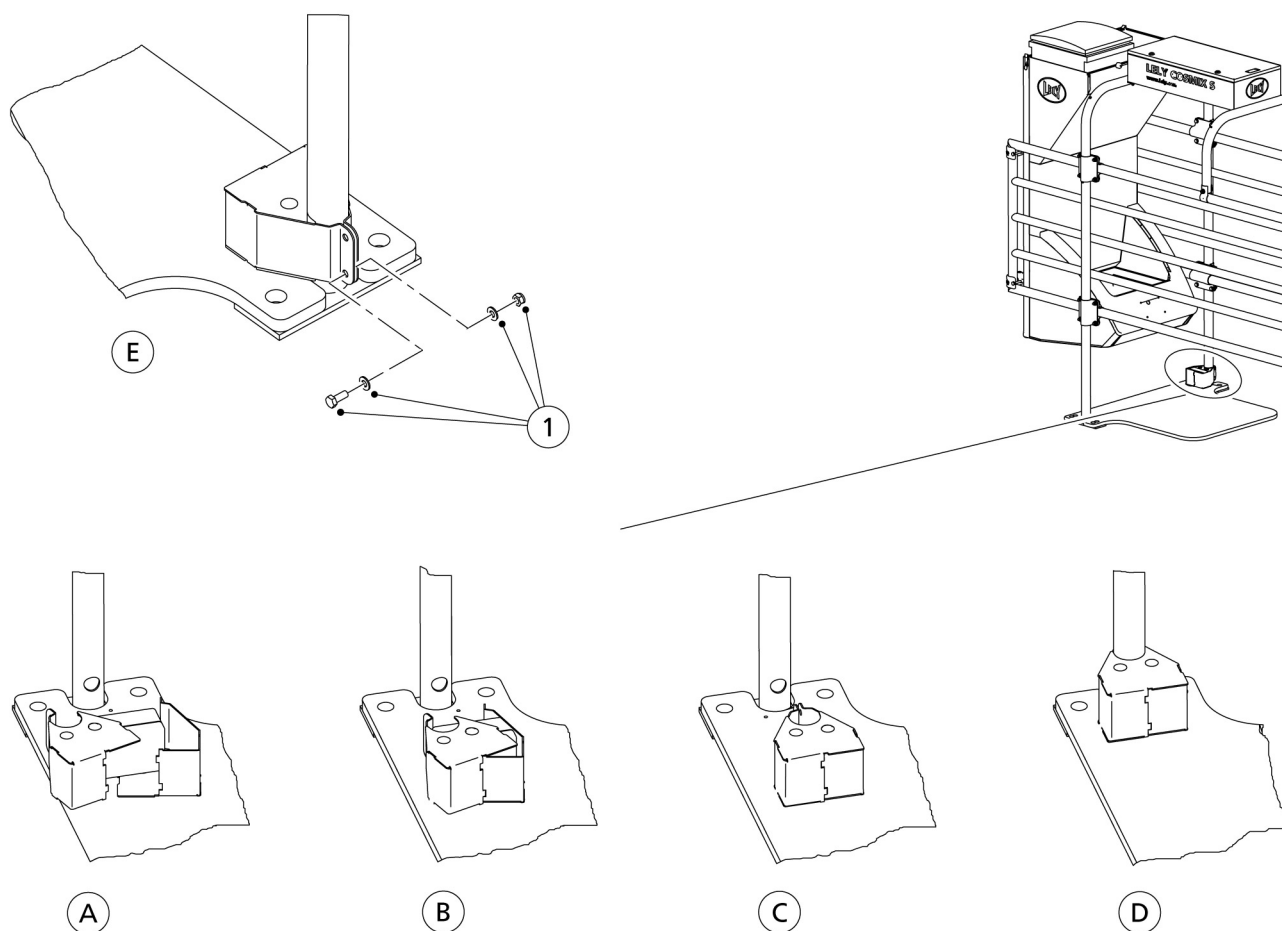

Abbildung 42. Abnehmen/Anbringen des Qwes-LEG ID-Lesegeräts
2. Installieren Sie die EWA-Transformerbox im EWA-Transformergehäuse (abb. 42, Seite 8-11).